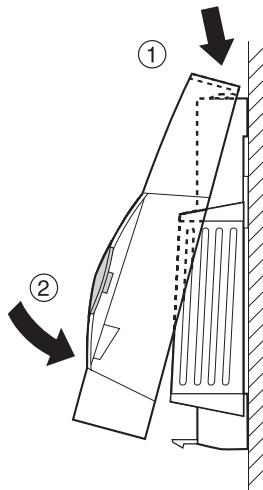

Abb. 14: Gehäusedeckel aufsetzen
- ▶ Setzen Sie den Gehäusedeckel oben an und rasten Sie ihn unten ein (siehe Abb. 14).
- Setzen Sie den Gehäusedeckel oben an und rasten Sie ihn unten ein (siehe Abb. 14, Seite 16).